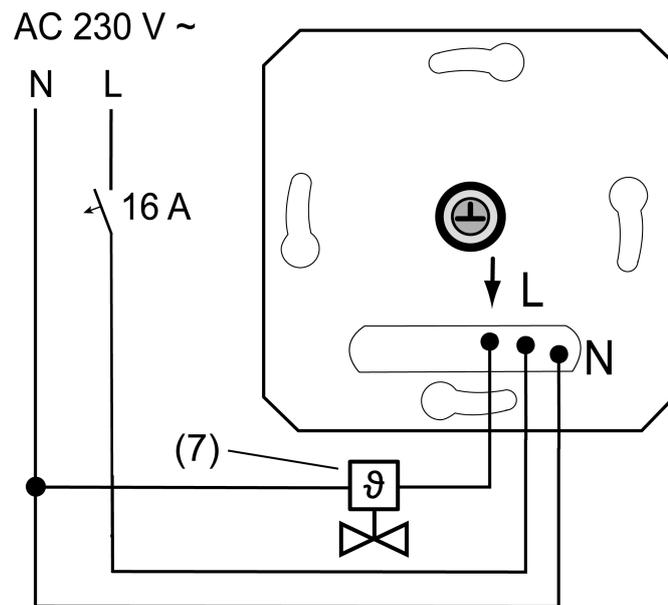
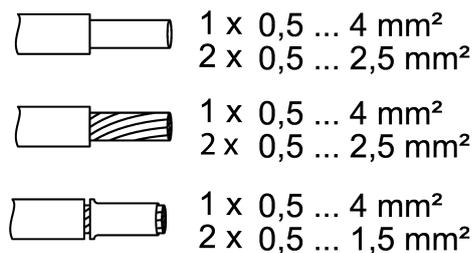

Figura 2: Esempio di collegamento dell'unità da incasso
Figura 3: Sezione trasversale del conduttore bloccabile
- Collegare il sistema di attuazione elettrotermico (7) sull'unità da incasso (1) secondo lo schema di collegamento (Vedi figura 2). Rispettare le sezioni dei conduttori (Vedi figura 3).
- Applicare telaio di copertura (2), piastra centrale (3) e pulsante di comando (4).